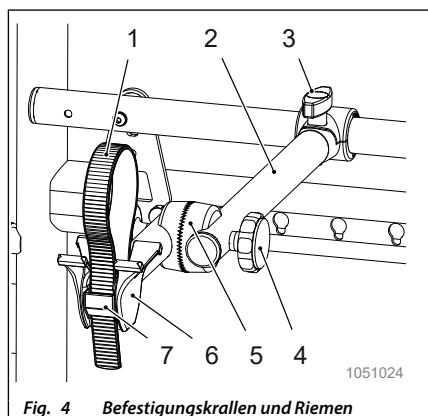

Fig. 4 Befestigungskralle und Riemen
- Lösen Sie die Flügelschrauben (Fig. 4/3) und verschieben Sie die Befestigungskralle (Fig. 4/4) auf dem Rahmen, bis die Kunststoffschale (Fig. 4/6) am Fahrradrahmen, der Lenk- oder der Sattelstange anliegt.
- Die Neigung der Befestigungskralle können Sie durch Lösen der Verstellerschraube (Fig. 4/4) und Einstellen der Zahnscheiben (Fig. 4/5) verändern.
- Sichern Sie das Fahrrad, indem Sie den Riemen (Fig. 4/1) in die Ratsche (Fig. 4/7) einfädeln und festziehen. Der Riemen lässt sich durch Drücken auf die Ratsche wieder lösen.